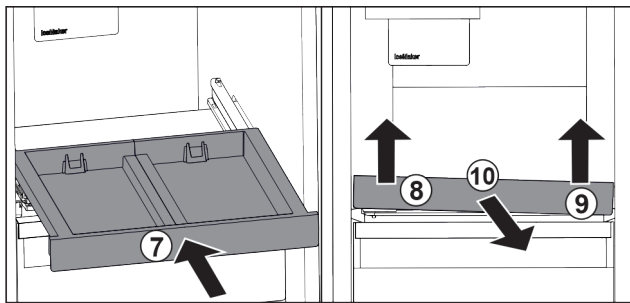

Fig. 171
- ▶ Auszugsbord einschieben. Fig. 171 (7)
- ▶ Auszugsbord vorne links anheben. Fig. 171 (8)
- ▶ Auszugsbord vorne rechts anheben. Fig. 171 (9)
- ▶ Auszugsbord nach vorne entnehmen. Fig. 171 (10)